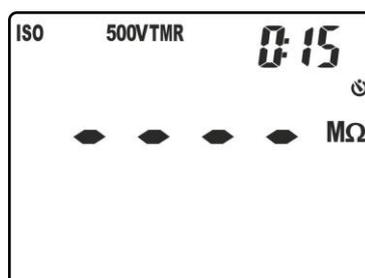

Fig. 20: Impostazione tempo di misura in modo TMR
5. Premere i tasti **▼/☼** o **▲/ZERO** per impostare il tempo di misura (Timer) scegliendo tra le opzioni: **15s, 30s, 1min, 5min, 10min**. Notare il valore nella parte alta destra del display (vedere Fig. 20)
5. Premere i tasti **▼/⚡** o **▲/ZERO** per impostare il tempo di misura (Timer) scegliendo tra le opzioni: **1min** (per misura **DAR**) o **10min** (per misura **PI**). Notare il valore nella parte alta destra del display (vedere Fig. 20)